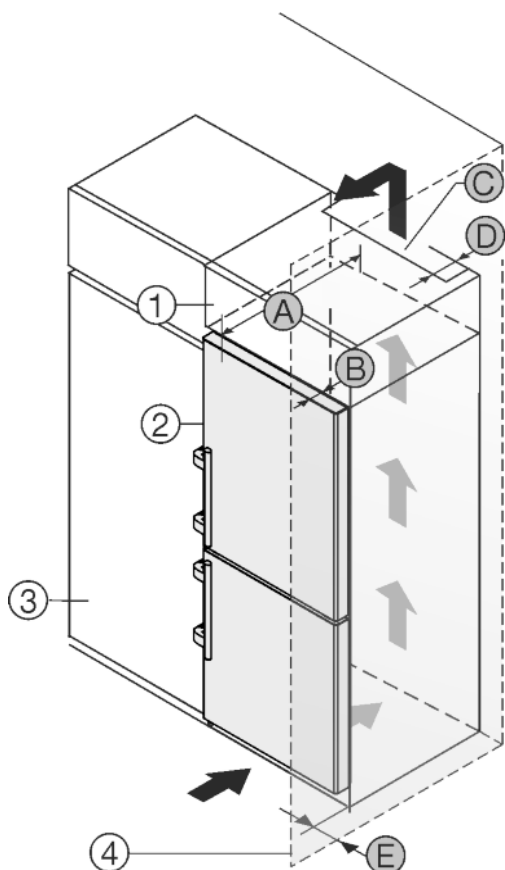

Fig. 13
Устройство может быть окружено кухонными шкафами. Чтобы уравнивать устройство Fig. 13 (2) по высоте с кухонной стенкой, можно установить над устройством дополнительный шкафчик Fig. 13 (1).
Установить устройство можно непосредственно рядом с кухонным шкафом Fig. 13 (3). Чтобы можно было полностью открыть двери, устройство должно выступать на глубину Fig. 13 (B) относительно передней стенки кухонного шкафа. В зависимости от глубины кухонных шкафов и использования пристенных распорок устройство может выступать и больше.
- На задней стенке дополнительного шкафчика должен быть вентиляционный канал с глубиной Fig. 13 (D) по всей ширине этого шкафа.
- Нужно соблюдать вентиляционное отверстие Fig. 13 (C) под нижней панелью.
Если устройство установлено на шарнирах у стены Fig. 13 (4), то нужно соблюдать расстояние Fig. 13 (E) между устройством и стеной. Настолько выступает ручка при открытой двери.